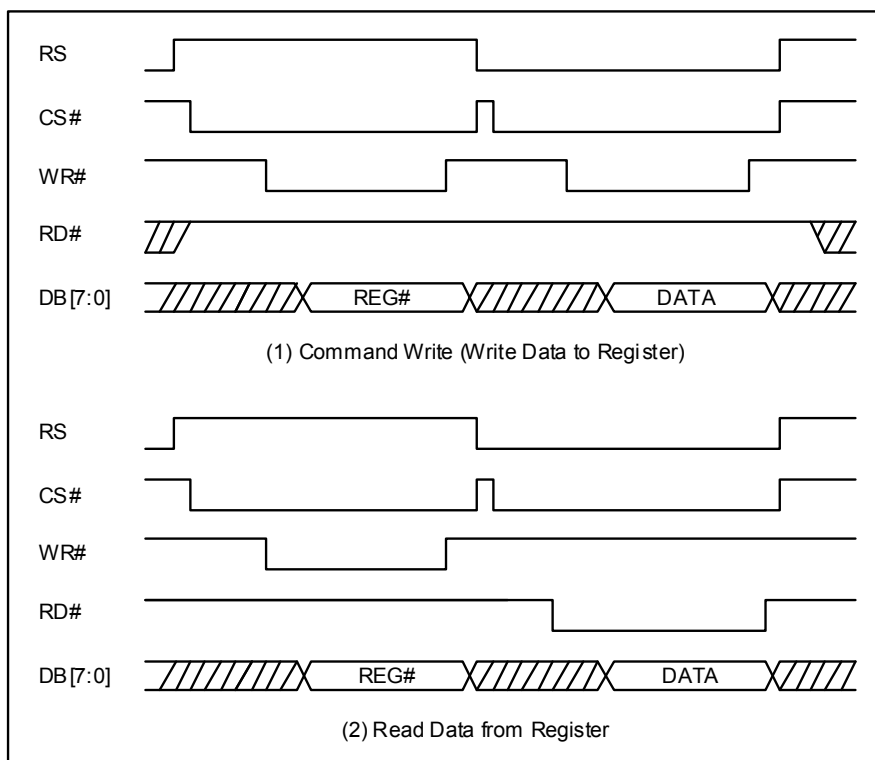

图 6-28 : 8080 「指令写入到寄存器」与「寄存器读取」
RA8875 有许多个指令寄存器，当要针对某指令寄存器进行写入指令时，首先必须执行「指令写入周期」，包括先写入寄存器位置，然后再以「数据写入周期」将数值写入该寄存器。因此，「指令写入」意指「将数据写到寄存器当中」，在前述两个动作执行后，数值数据 (指令) 将被写入到该寄存器，相关时序请参考图 6-28 内的 (1)。
若要读取寄存器中的内容值，则第二个数据传输周期为「数据读取周期」，请参考图 6-28 内的 (2)。需注意的是图 6-28 是以 8080 的传输接口来举例。